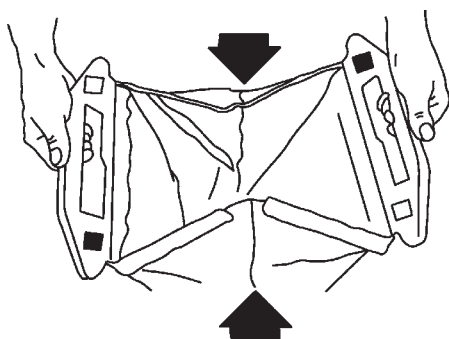

Figure 98
- Fermer l'arrière du sac en repliant les côtés vers l'intérieur et enclipser les deux moitiés de poignées de sac arrière l'une dans l'autre (Fig. 98).